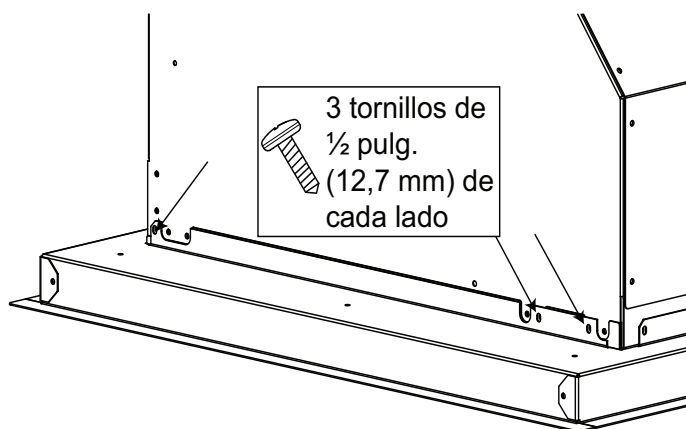
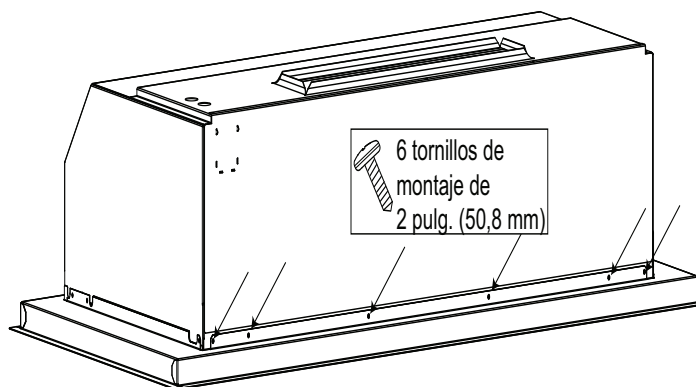

Figura 35: Sujeción de las partes laterales del marco
Figura 36: Tornillos traseros de los modelos VCIB
- Sujete el marco a ras de la parte inferior del armazón. Sujételo a la campana con dieciocho tornillos de 0,5 pulg. (12,7 mm), como se muestra en la Figura 35 y la Figura 36.